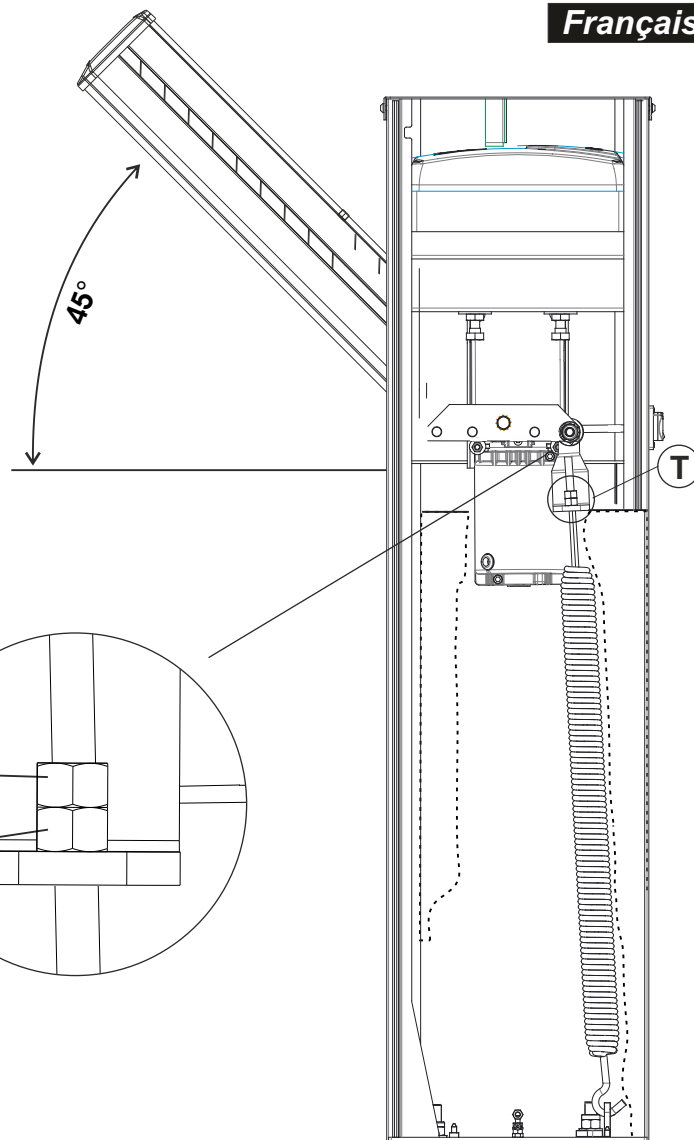

Fig. 10
- Déverrouiller la lisse avec le déverrouillage manuel, de façon qu'elle est libre de s'ouvrir et de se fermer manuellement (Fig.10).
- Dévisser ou visser l'écrou de tension du ressort jusqu'à atteindre le point d'équilibre à 45° (Fig. 10). La condition optimale d'un parfait équilibre c'est obtenu quand la lisse reste dans la position indiquée dans Fig.10.